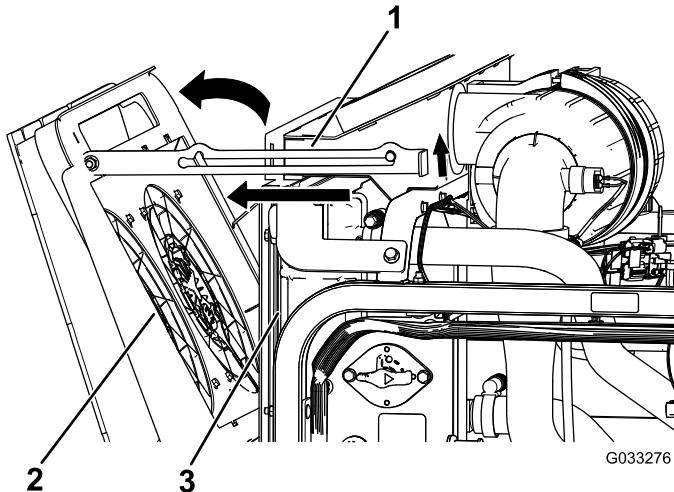

Figura 117
- Gire los ventiladores de refrigeración del motor hacia atrás respecto al radiador, y enganche la varilla de sujeción en la muesca (Figura 117).